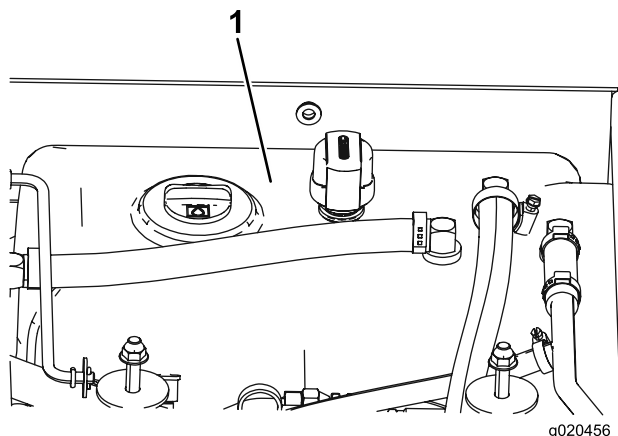

Figura 76
4. Encha o reservatório (Figura 76) com fluido hidráulico; consulte Verificar o fluido hidráulico (página 57).